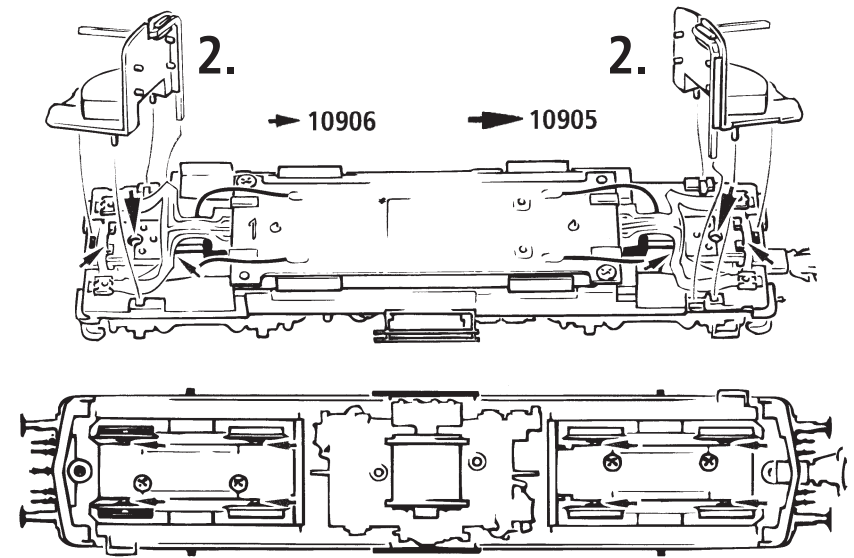

Fig. 8
Ausführung für Wechselstrom: siehe Fig. 8
A.C. operation: see fig. 8
Version en courant alternatif: voir fig. 8